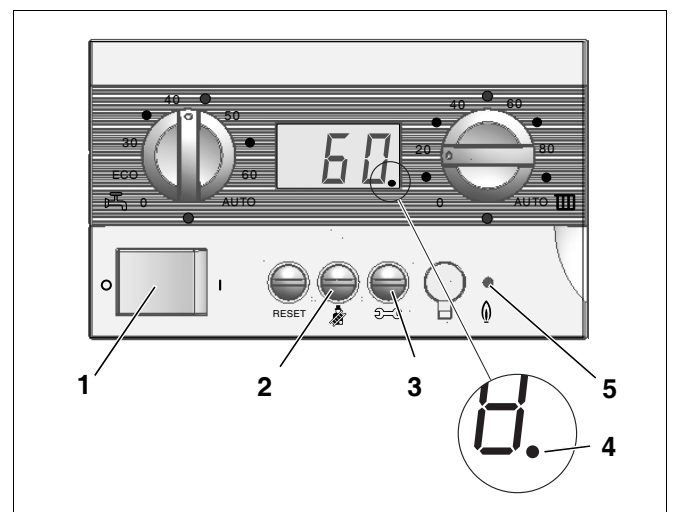

Abb. 35 Bedienmodul BM10
- Betriebsschalter am BM10 auf „0“ (Aus) stellen (Abb. 35, **Pos. 1**).
- Betriebsschalter am BM10 auf „1“ (Ein) stellen (Abb. 35, **Pos. 1**).
- Durch Betätigen der Taste „Abgastest“ (Abb. 35, **Pos. 2**) den Abgastestbetrieb einschalten. Die Taste solange gedrückt halten (ca. 2 Sekunden), bis der Dezimalpunkt (Abb. 35, **Pos. 4**) rechts unten im Display erscheint.
- Nach Aufleuchten der LED „Brenner“ (An/Aus) (Abb. 35, **Pos. 5**) den Fließdruck messen und in das Inbetriebnahmeprotokoll, Kapitel 11.15 „Inbetriebnahmeprotokoll“, Seite 51, eintragen.
- Taste „Service“ (Abb. 35, **Pos. 3**, Seite 45) so oft drücken, bis die Temperaturanzeige im Display erscheint.
- Taste „Abgastest“ (Abb. 35, **Pos. 2**, Seite 45) drücken, um die Messung zu beenden. Der Dezimalpunkt rechts unten im Display erlischt.